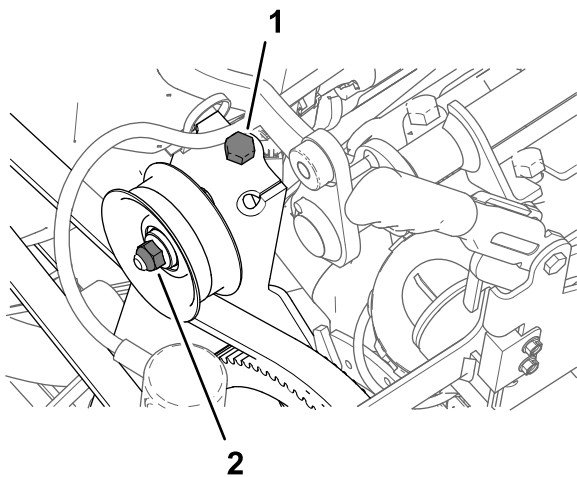

Figura 178
1. Allentate il dado per l'albero della puleggia tendicinghia (Figura 178).
2. Ruotate il bullone di tensione della cinghia per eliminare la tensione dalla cinghia della pompa di irrorazione (**Figura 178**).